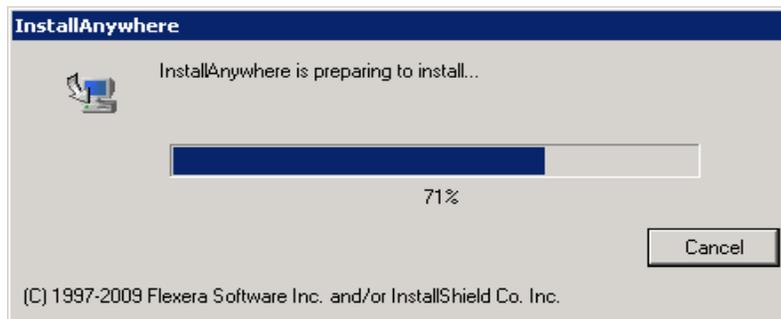

Figure 2-9. Fenêtre initiale InstallAnywhere
3. L'Assistant InstallAnywhere s'ouvre, comme illustré à la Figure 2-9.